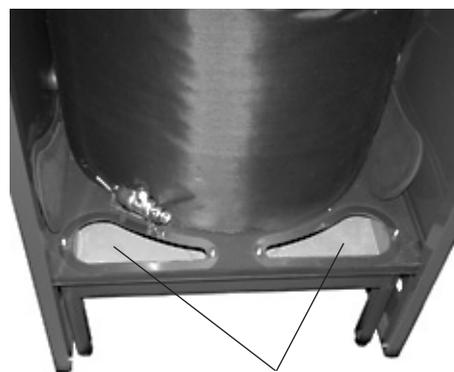

Fig. 6
9. Rimuovere il coperchio dal foro di pulizia (9, fig. 6)
❶ (Per la manutenzione del dispositivo di neutralizzazione, vedi il punto 7.7 dispositivo di neutralizzazione.)